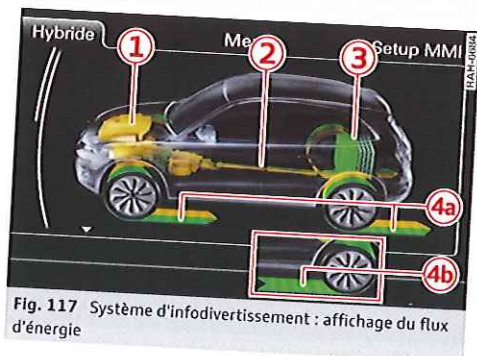

Fig. 117 Système d'infodivertissement : affichage du flux d'énergie
- Sélectionnez la touche de fonction **MENU** > touche de commande **Hybride** ⇒ *fig. 117*.